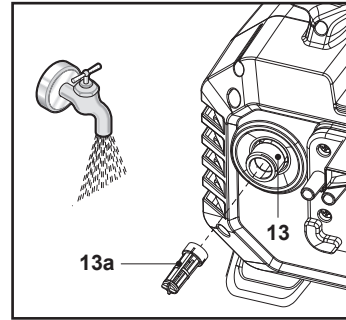

Fig. 16
2. Retire el filtro de malla (13a) del conector de entrada de agua (13) y enjuáguelo bajo el grifo para eliminar cualquier objeto extraño (Fig. 16). A continuación, vuelva a instalar el filtro de malla (13a).